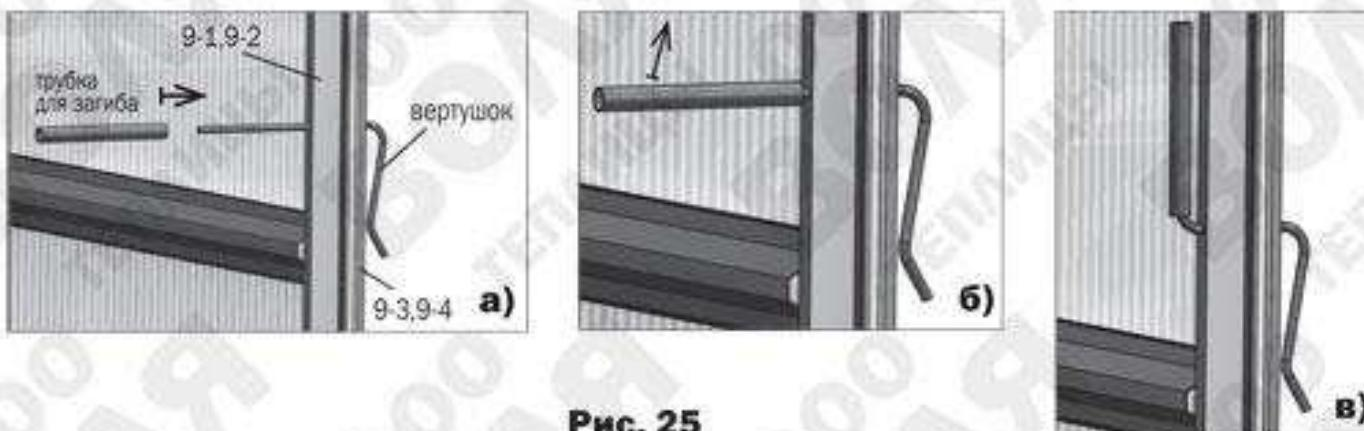

Рис. 25
- 10.** Проволочный вертушок для запирания дверей и форточек вставляется в отверстия стоек дверного проема прямым концом с наружной стороны до упора. С помощью трубы выполняется загиб внутреннего прямолинейного конца рукой вверх (**рис. 25**). Такая конструкция вертушки позволяет упруго прижимать двери и форточки торцов в закрытом состоянии, находясь как снаружи так и внутри теплицы.